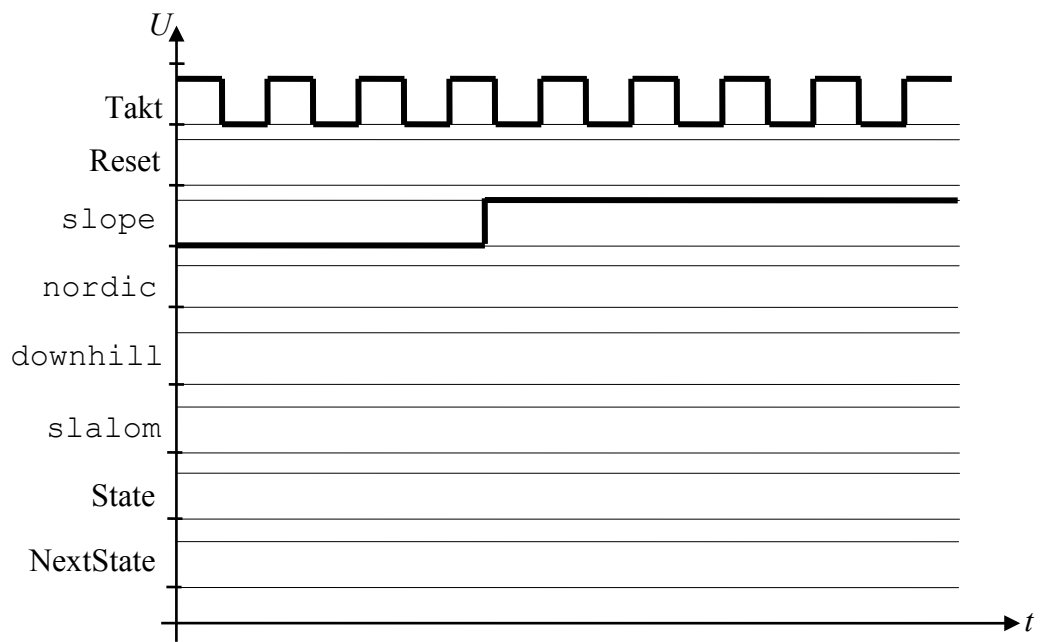

Abbildung 4.1
- (e) Tragen Sie die Signale für einen 2,5 Taktzyklen langen Reset in Abbildung 4.1 ein! Ergänzen Sie weiters für die ersten vollen 6 Taktzyklen danach den Ablauf der Zustände (State plus zugehöriger Next-State) in der Abbildung.